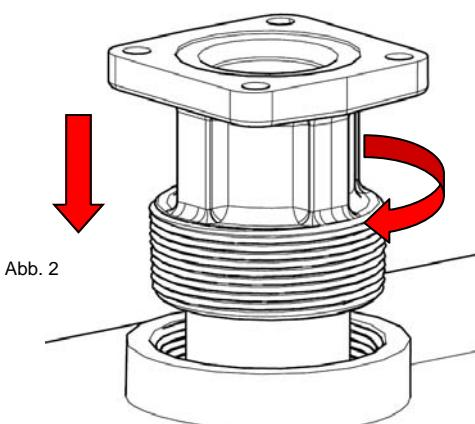

Abb. 2
2. Den Einlassflansch (mit dem Saugrohr) in den Tankflansch schrauben; das Gewinde mit einem geeigneten Dichtmittel flüssigkeitsdicht abdichten (Abb. 2).